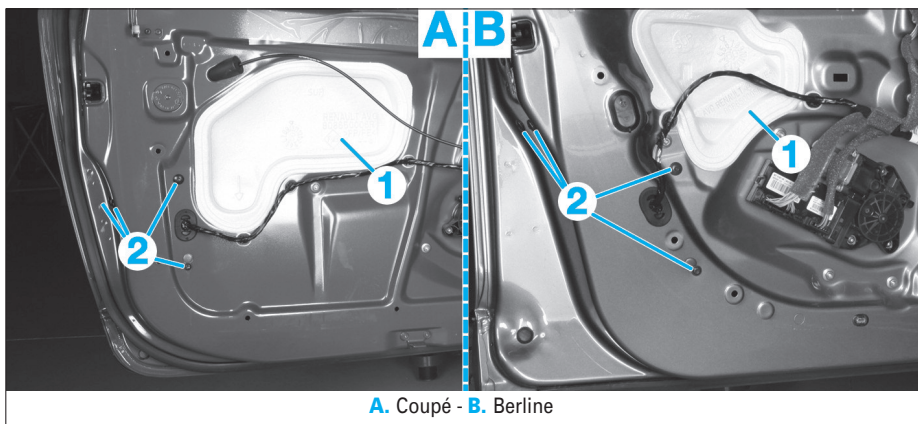

FIG. 15
- le film d'étanchéité de la porte (1),
- les vis (2) du support de coulisse de porte latérale avant (Fig.15).